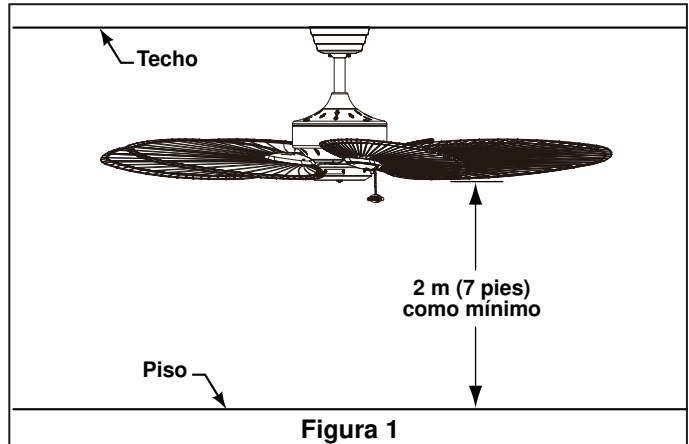

Figura 1
**NOTA:** si no está seguro de la descripción de una pieza, consulte la ilustración del despiece. (Figura 1, página 25)
Su nuevo ventilador de techo requiere una línea de suministro eléctrico con conexión a tierra de 120 voltios de CA, 60 Hz, circuito de 15 amperios. La caja de distribución eléctrica debe estar bien asegurada y debe ser capaz de soportar una carga de, al menos, 22,7 kg (50 lb). La Figura 1 muestra diversas configuraciones estructurales que podrían utilizarse para montar la caja de distribución eléctrica.
1. Afloje el tornillo de fijación de la semiesfera y retírela hasta que ésta pueda desplazarse libremente por el barral. (Figura 1) Retire el pasador del barral y luego extraiga la semiesfera. Conserve el pasador y la semiesfera para su reinstalación en el Paso 5.
5. Vuelva a colocar la semiesfera (Figura 1) en el barral como se indica a continuación. Pase los tres cables de 2 m (80") y el cable de seguridad a través de la semiesfera. Pase el pasador a través de los dos orificios en el barral y alinee la semiesfera de modo que el pasador quede atrapado en la ranura de la parte superior de la misma. Empuje la semiesfera hacia arriba, bien ajustada contra el pasador. **Ajuste firmemente el tornillo de fijación de la semiesfera. Si el tornillo está flojo, podría provocar oscilación del ventilador.**
Las aspas del ventilador deben estar suspendidas, al menos, a 2 m (7') del piso (Figura 1)
2. Conecte el cable blanco del motor del ventilador al cable de suministro blanco (neutro) con el conector de cables suministrado. Conecte el cable negro del motor del ventilador y el cable azul al cable de suministro negro con el conector de cables suministrado (Figura 1).
1. Atornille dos varillas roscadas en el soporte de suspensión (Figura 1).
1. Retire y deseche los topes (de goma) del motor extrayendo los cinco tornillos. (Figura 1)